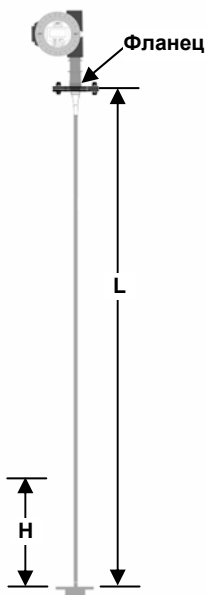

Рис. 4-5
Пример: длина зонда (L) = 360 дюймов (9144 мм) от груза до узла крепления антенны. Диэлектрическая постоянная продукта = 1,4. Выбираемая точка 4 мА находится на расстоянии 12 дюймов (305 мм) выше груза (H = 12 дюймов). Выбираемая точка 20 мА находится на расстоянии 24 дюйма (610 мм) ниже узла крепления антенны узла (H = 336 дюймов = 8534 мм). См. рис. 4-5.
Пример: При условиях шага 6, установите уровень на 24 дюйма (610 мм) от верхней части зонда (H = 336 дюймов = 8534 мм). У уровнемер MT2000 покажет 421,56 дюйма (10 708 мм). Вычислите значение DC по формуле (См. рис.4-5):